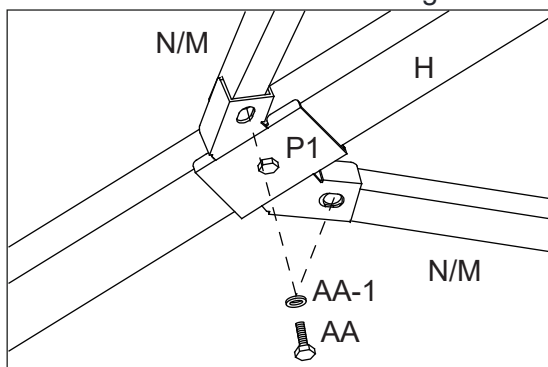

Figure 9-4
9.4 . Fixer les supports horizontaux du toit (N, M) au connecteur (P1) à l'aide des boulons (AA) et de la rondelle (AA-1). rondelle (AA-1). Voir figure 9-4.